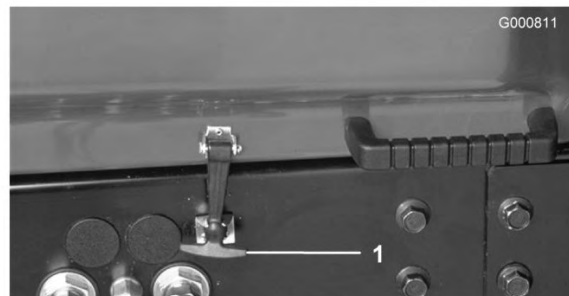

Figura 29
1. Parcheggiate la macchina su terreno pianeggiante. Rilasciate il fermo e aprite il cofano (Figura 29).